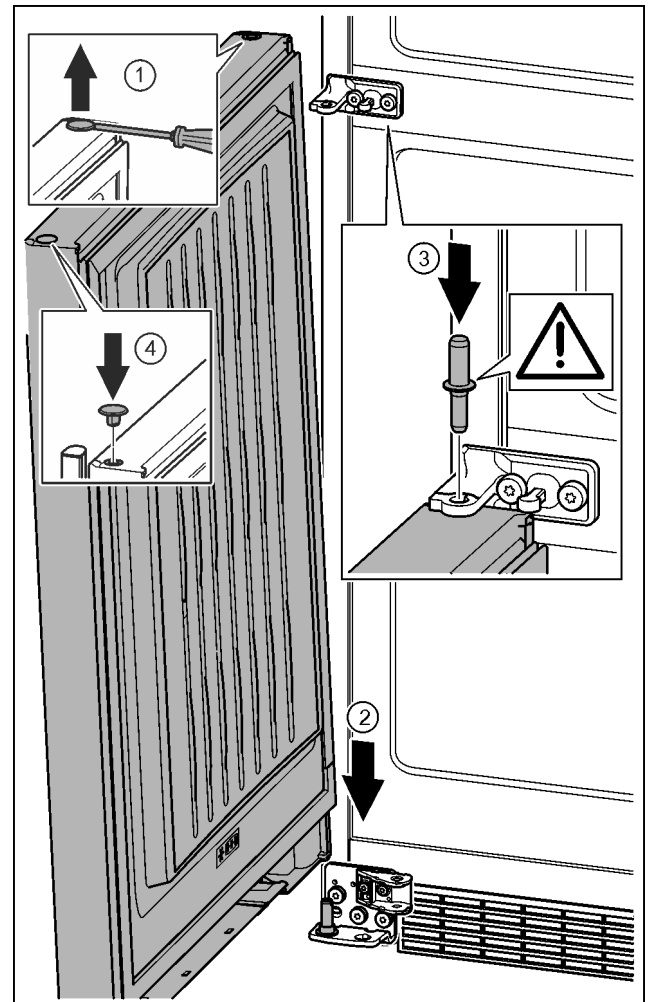

Fig. 39
- ▶ Stopfen vorsichtig mit einem Schlitzschraubendreher anheben und herausziehen. Fig. 39 (1)
- ▶ Tür von oben auf den unteren Lagerbolzen aufsetzen. Fig. 39 (2)
- ▶ Lagerbolzen Mitte durch Lagerbock Mitte in die untere Tür einsetzen. Dabei darauf achten, dass der Rastnocken nach hinten zeigt. Fig. 39 (3)
- ▶ Stopfen auf der anderen Türseite wieder einsetzen. Fig. 39 (4)